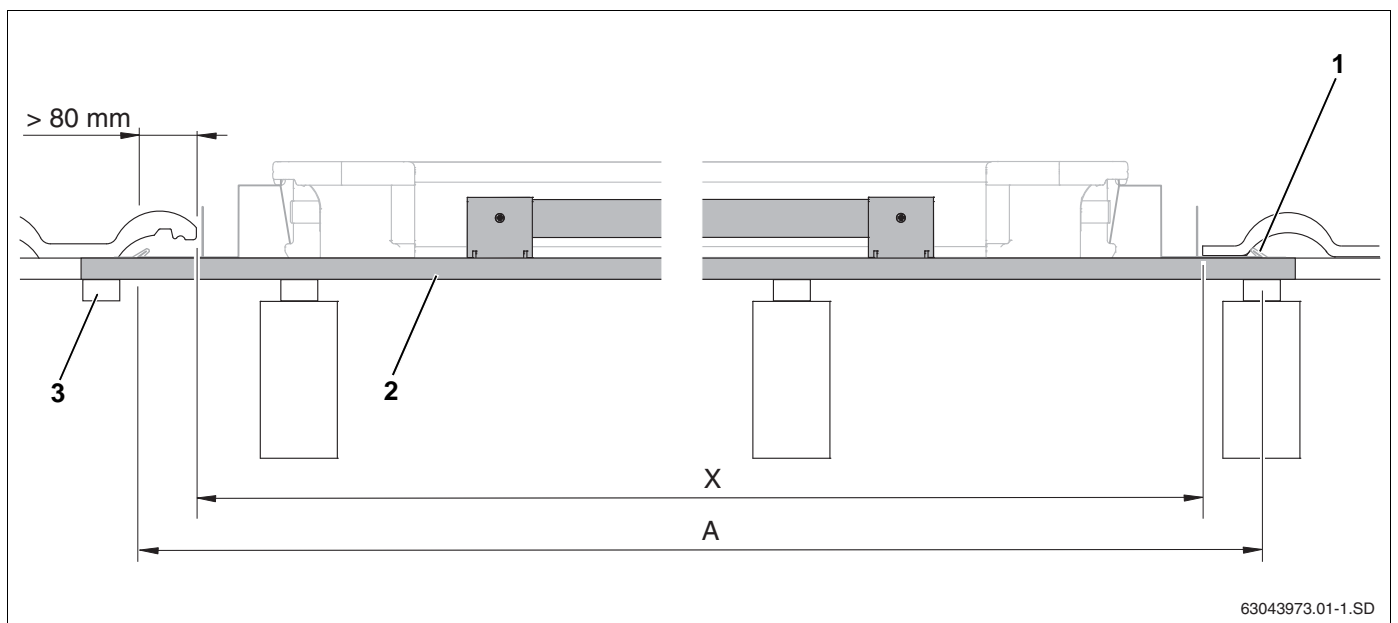
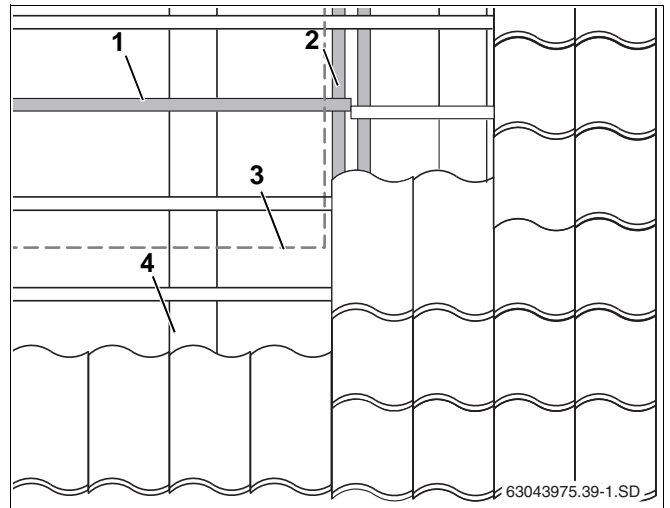

Fig. 9 Længde for ekstra taglægter (her: første taglægte fornedet med nedskridningssikring)
Fig. 13 Forskydning af taglægter i solfangerens område
Minimumlængden for de ekstra taglægter (fig. 9, **pos. 2**) svarer til solfangerbredden (tab. 5, side 13, mål A) plus ca. 10 cm til hafterne på siden (fig. 9, **pos. 1**).
- Fastgør lægtesamlingerne på spærene, eller forbind dem med f.eks. de eksisterende taglægter (fig. 9, **pos. 3** og fig. 13, **pos. 2**).
Hvis der skal monteres en ekstra taglægte (fig. 13, **pos. 1**), hvor der allerede findes én, skal den eksisterende lægte forskydes i området, hvor solfangeren monteres (fig. 13, **pos. 3**) og fastgøres tilstrækkeligt (fig. 13, **pos. 2**).